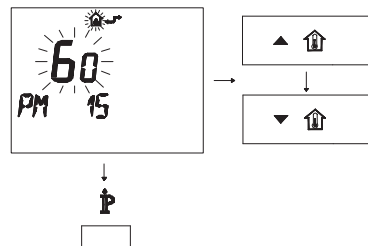

Figura 5.21
- Modificare il SET programmato agendo sui pulsanti ▲**U** o ▼**U** fino a visualizzare un **set di 60**, aspettare che il numero programmato cominci a lampeggiare (Figura 5.21).